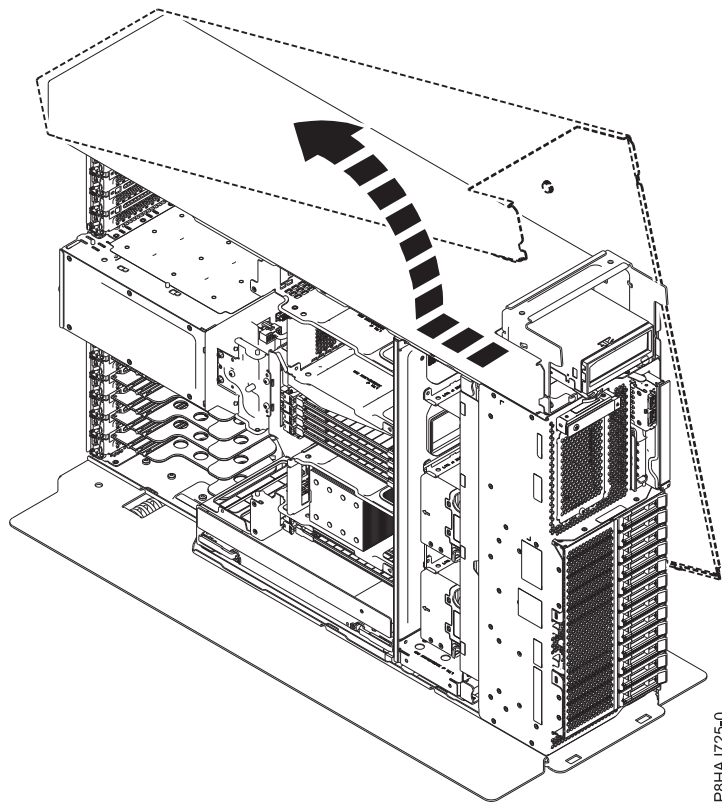

Abbildung 54. Ausbauen der Seitenabdeckung bei einem Standalone-System vom Typ 8286-41A
5. Schieben Sie die Seitenabdeckung in der in Abb. 54 dargestellten Richtung vom System.